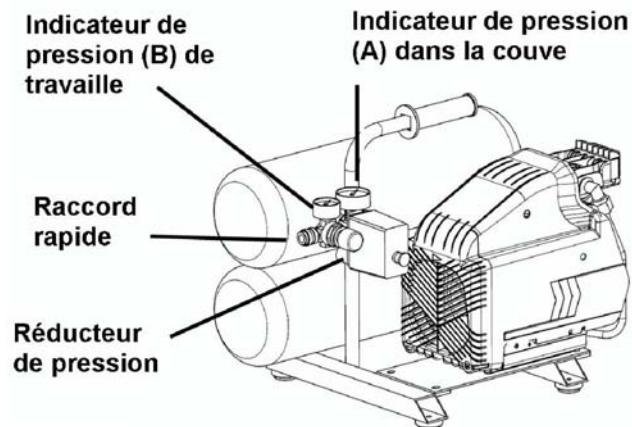

Fig.6
Déverrouiller le bouton du réducteur de pression en tirant dessus; régler la pression à la valeur désirée en tournant dans le sens des aiguilles d'une montre pour l'augmenter, ou dans le sens opposé pour la diminuer. Un indicateur de pression (B) permet de visualiser quand la valeur désirée est atteinte; pour verrouiller le bouton appuyer à fond dessus. (Voir Fig. 6) Lorsqu'on vérifie la pression, bien s'assurer que le manomètre de pression du réservoir a un niveau de pression supérieur à celui de la pression à régler. De même, il faudra impérativement effectuer le réglage en démarquant la pression lentement à partir d'un niveau inférieur à la pression à régler.